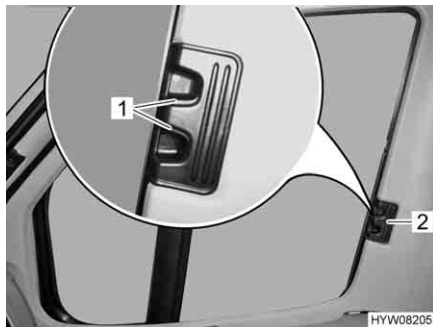

Bild 65 Faltverdunklung für Fahrer-/Beifahrerfenster
- Entriegelungsgriffe (Bild 65,1) zusammendrücken und gedrückt halten.
- Die Faltverdunklungen für das Fahrerfenster und das Beifahrerfenster am Griff (Bild 65,2) zur anderen Fensterseite ziehen und an den Magnetstreifen aneinanderfügen.
- Die Faltverdunklungen für das Fahrerfenster und das Beifahrerfenster am Griff (Bild 65,2) bis zum Anschlag einschieben.
- Entriegelungsgriffe (Bild 65,1) loslassen und einrasten lassen.